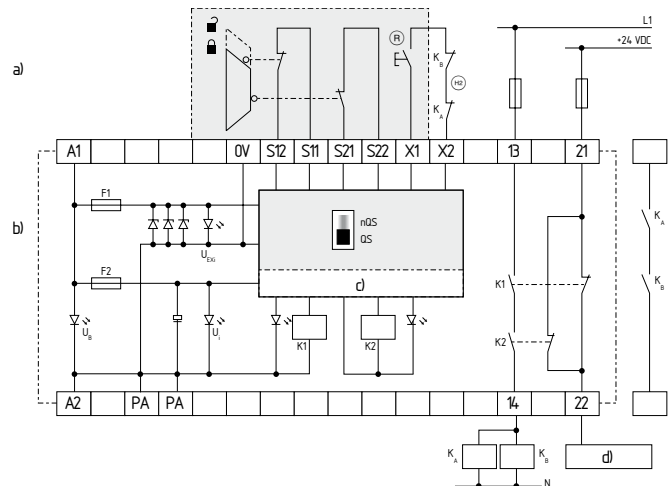

Fig. 6
**Controllo a due canali, rappresentato utilizzando l'esempio di un sistema di sorveglianza porta con due interruttori di posizione, di cui uno con contatto ad apertura obbligata; pulsante di Reset esterno (vedere Fig. 6)**